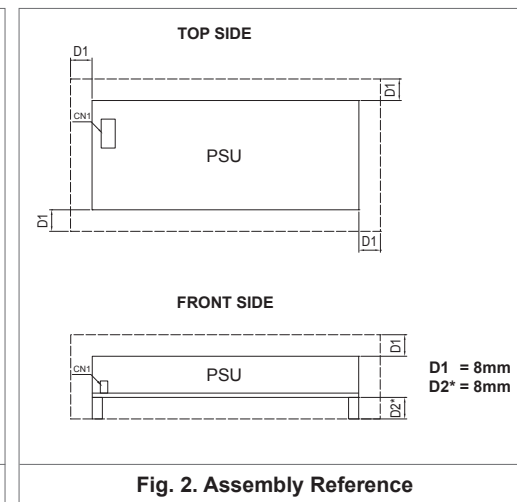

Fig. 2. Assembly Reference
- For safety reasons, please ensure the mounted device is kept at $\geq 8\text{mm}$ safety distance at all sides from other components and equipments (Refer to Fig. 2). Please insert an insulation sheet between the system and product, if the safety distance is $< 8\text{mm}$ for $D2^*$.
- 電源の周りに他の部品や装置から必ず 8mm 以上の距離を確保して下さい（図 2）。D2* が 8mm 以上の距離が確保できない場合、電源とシャーシの間に絶縁シートを挿入して下さい。